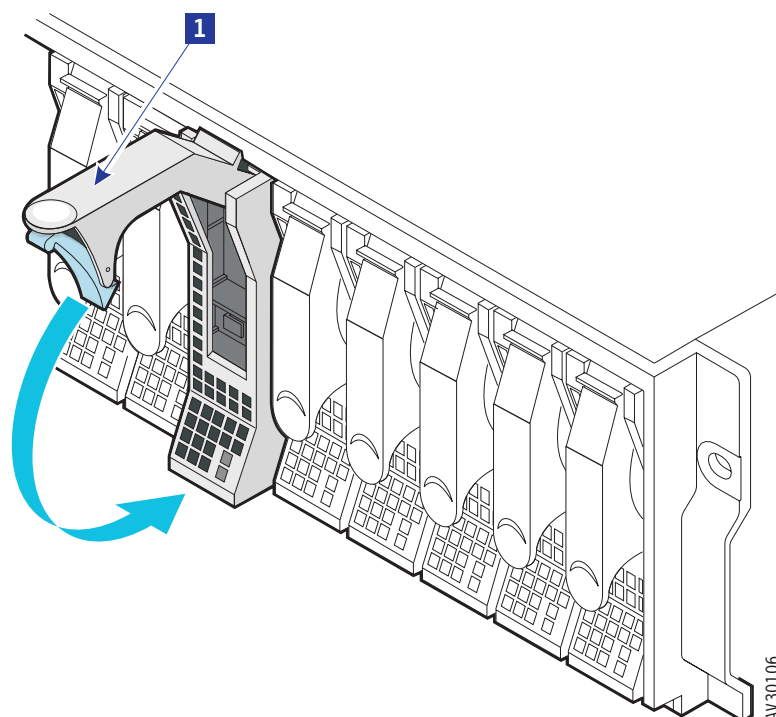

図 19. HDD モジュールのハンドルを閉じる
4. 図 19 のように、HDD モジュールをスロットに差し込みながら、カチッと音がして止まるまでハンドルをゆっくり閉じていきます。これにより、モジュールはコネクタに完全に差し込まれます。